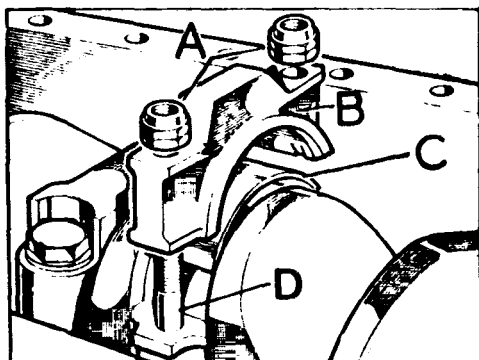
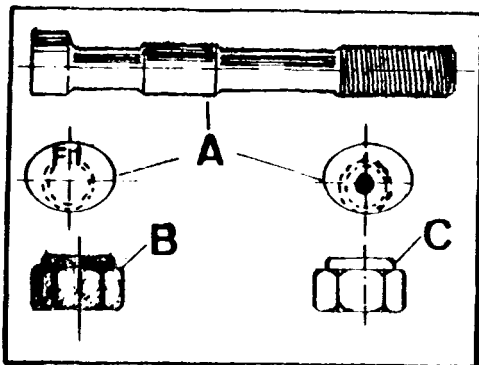
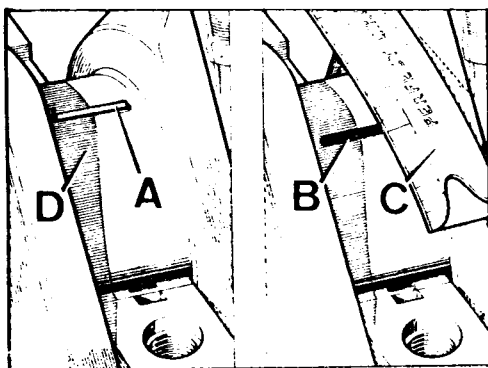

Fig. A1-101 Desmontaje de pistones y bielas
Fig. A1-103 Identificación de tornillos y tuercas de biela
Fig. A1-108 Comprobación del juego entre los cojinetes y las muñequillas
- 2.4. Montar las tapas, B (Fig. A1-101) con sus tornillos, D, los cuales deberán de ser de rosca laminada (ver identificación Fig. A1-103).
- 2.5. Montar tuercas nuevas, A (Fig. A1-103) las cuales podrán ser cadmiadas o de acabado natural, y apretarlas a una tensión que dependerá del tipo de tuerca que sea.
- 6.3. Apretar las tuercas con una tensión de 3,5 a 4,50 mkg., dependiendo este apriete del tipo de tuerca (ver Fig. A1-103).
- 8.1. Colocar un trozo de plastigage, A (Fig. A1-108) en la muñequilla que se vá a comprobar, este trozo debe ser de largo igual que el ancho de la muñequilla. Montar la tapa y dar a las tuercas su par de apriete correcto (ver Fig. A1-103), desmontar nuevamente la tapa y medir el ancho del plastigage, B, con la escala, C (Fig. A1-108) que dispone la funda del citado plastigage. Esta medida deberá estar comprendida entre 0,019 y 0,069.
- 9.1. Se utilizará una galga, A (Fig. A1-108) introducida entre la cara lateral de la biela y el resalte de apoyo de la muñequilla.